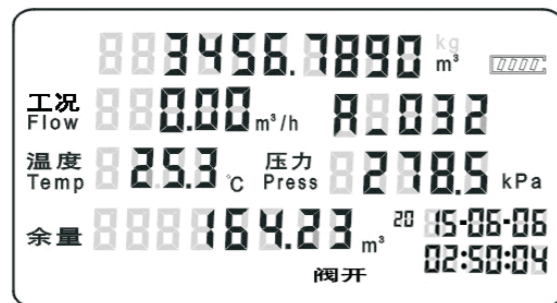

图6 工作状态显示图
6.1.9.2 未开户时正常显示的第二屏界面如图6，显示的总量为工况总量，“总量”标志不显示，单位为 m^3 ；最后一行为余量，单位为 m^3 ，瞬时流量显示工况流量，第二行右边显示通信地址：A_X X X。当有气量时，总量累加，余量扣减，当开户后，根据气价把余量换算成金额扣除。